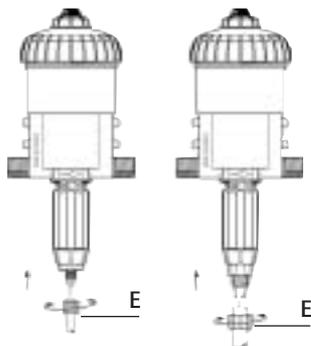

Fig. 9
- Desenroscar la tuerca cónica (Fig. 9-E) colocada debajo de la parte dosificación e introducir el tubo de aspiración en la tuerca.